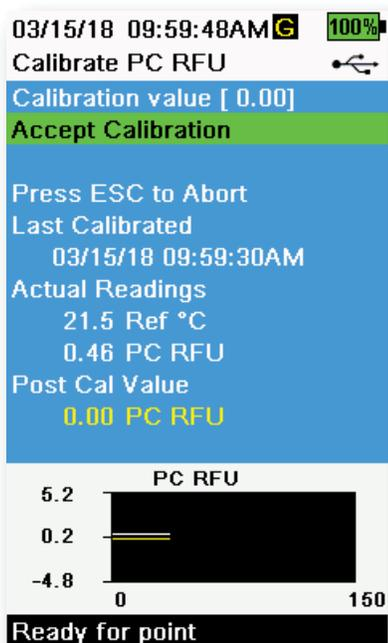

Figura 57 Calibración PC RFU
8. Observe la lectura de la temperatura en la pantalla de calibración. (Figura 57). Use la tabla en la sección de Preparación de solución de colorante de rodamina WT para identificar el valor apropiado para el estándar de calibración.